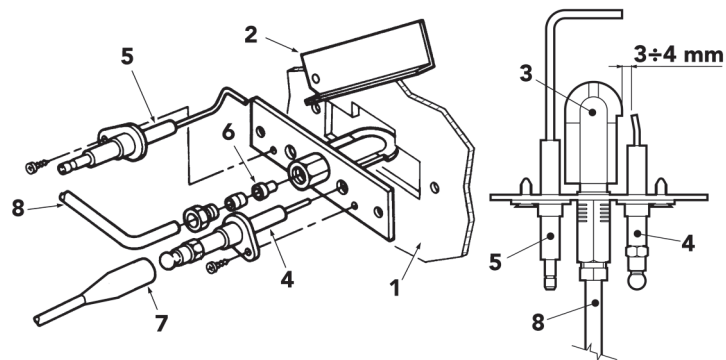

fig. 23 - Bruciatore pilota
- Gli elettrodi devono essere liberi da incrostazioni e correttamente posizionati (vedi fig. 23).